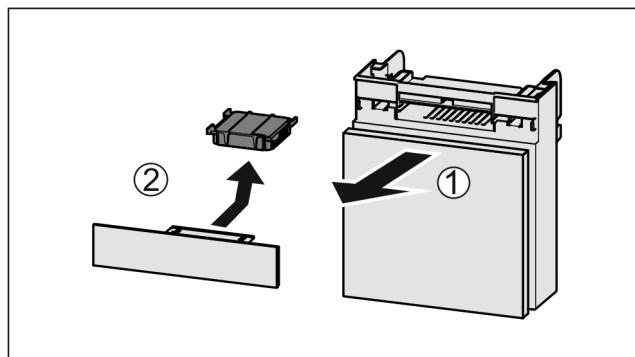

Fig. 113
- Вытянуть Fig. 113 (1) отделение движением вперед.
- Извлечение Fig. 113 (2) фильтра с активированным углем.